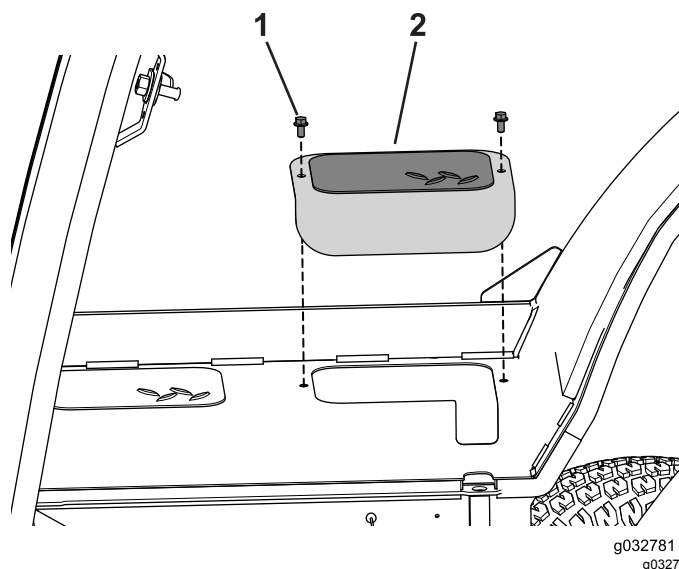

Figura 66
1. Retire los 2 pernos que fijan las tapas de acceso en cada lado de la máquina, y apártelas (Figura 66).
7. Retire la barra de elevación e instale la tapa de acceso que apartó anteriormente (Figura 66).